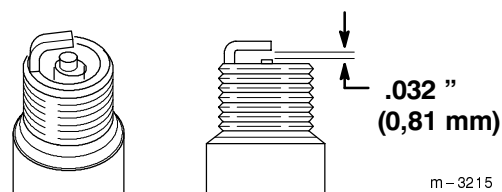

Bild 25
5. Stellen Sie den Elektrodenabstand der Zündkerze auf 0,81 mm ein (Bild 25).